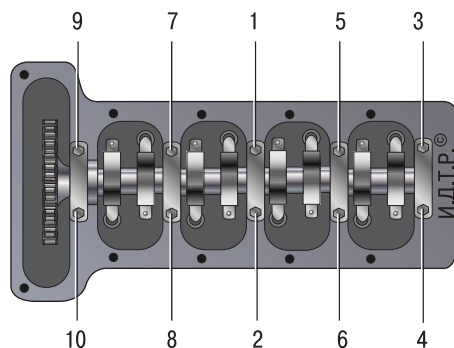

Рис. 5.26. Порядок затяжки болтов крышек подшипников распределительного вала двигателя Duratec объемом 1,3 л
6. Выверните болты крепления крышек подшипников распределительного вала в порядке, обратном показанному на рис. 5.26.
12. Затяните болты крепления крышек подшипников распределительного вала в порядке, показанном на рис. 5.26, в два этапа: